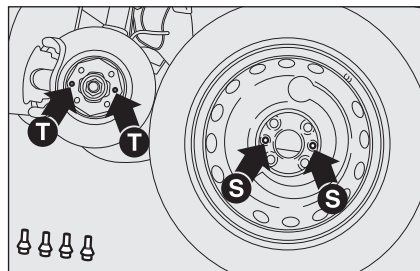

fig. 7
- ☐ monter la roue compacte en faisant coïncider les trous **S-fig. 7** avec les pions de centrage correspondants **T**;
- ☐ monter la roue normale en faisant coïncider les trous **S-fig. 7** avec les pions de centrage correspondants **T**;